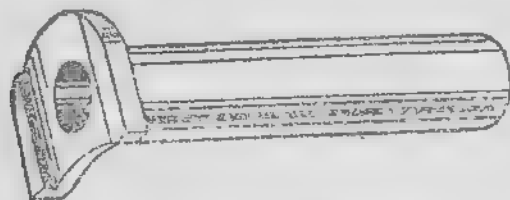

Рис. 53. Направляющий стержень возвратной пружины.
**Направляющий стержень возвратной пружины** (рис. 53) служит упором для возвратной пружины, трубки кожуха затвора и для ограничения отхода затвора назад. Он имеет **головку**, которой упирается в передний уступ рамки.